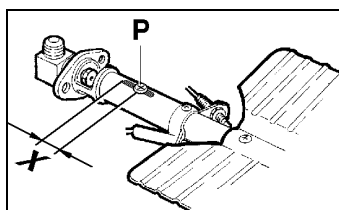

Fig.9
2) Lossa P-skruv och justera Venturiröret så att den positioneras på samma sätt som X i Fig.9.